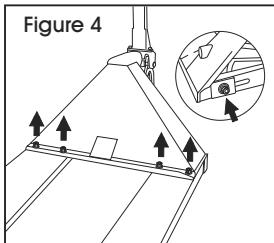

Figure 4
2. Desserrez les vis sur le devant et l'arrière de chaque dent de la fourche du transpalette. (Voir Figure 4)